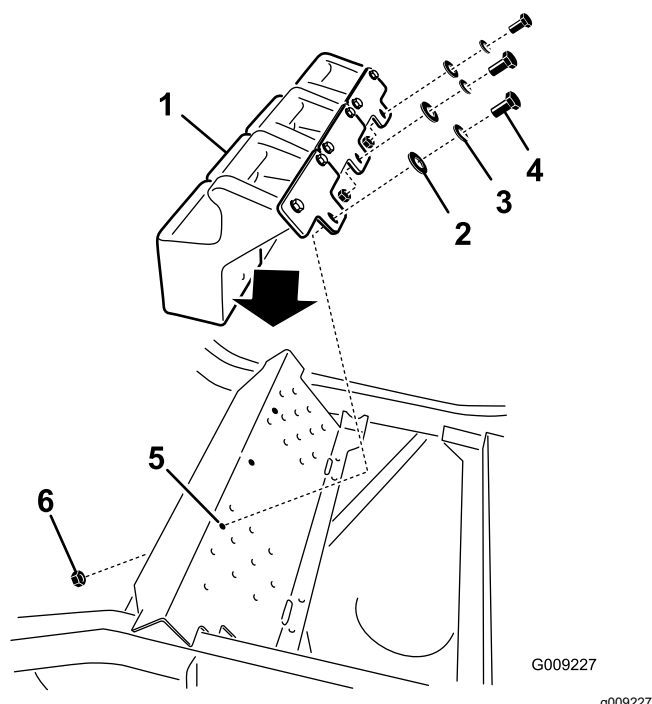

Figure 35
5. Installez les masses avant sur le repose-pied (Figure 35).
rondelles-freins ($\frac{3}{8}$ "), 3 écrous à embase ($\frac{3}{8}$ ") et 6 rondelles plates ($\frac{3}{8}$ "), comme montré à la Figure 35.